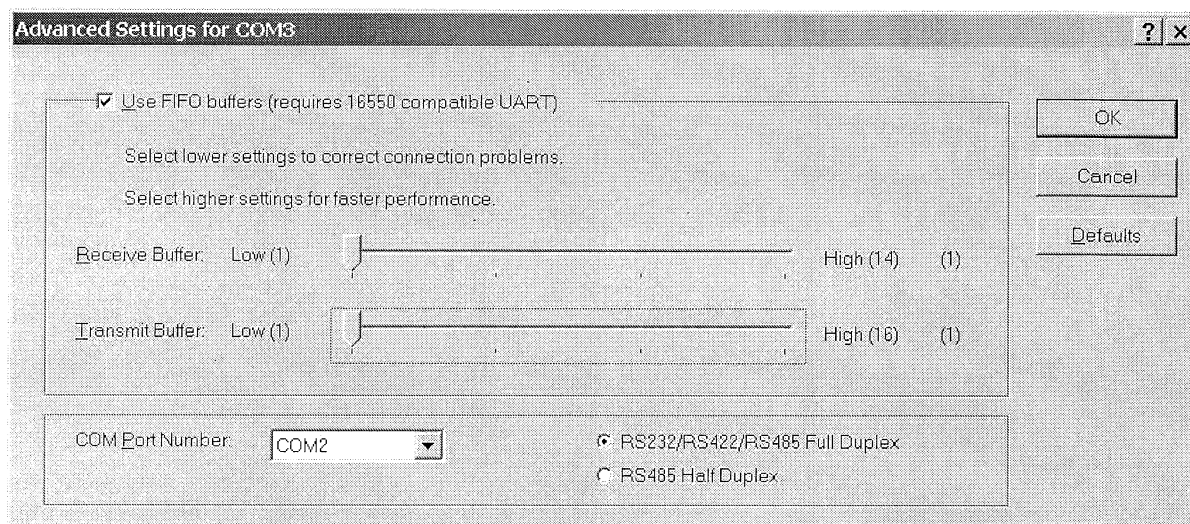

Рисунок 3.6 – Изменение параметров для COM3
7) Аналогично установите «Буфер приема» и «Буфер передачи» на единицу для COM3 (рис. 3.6).